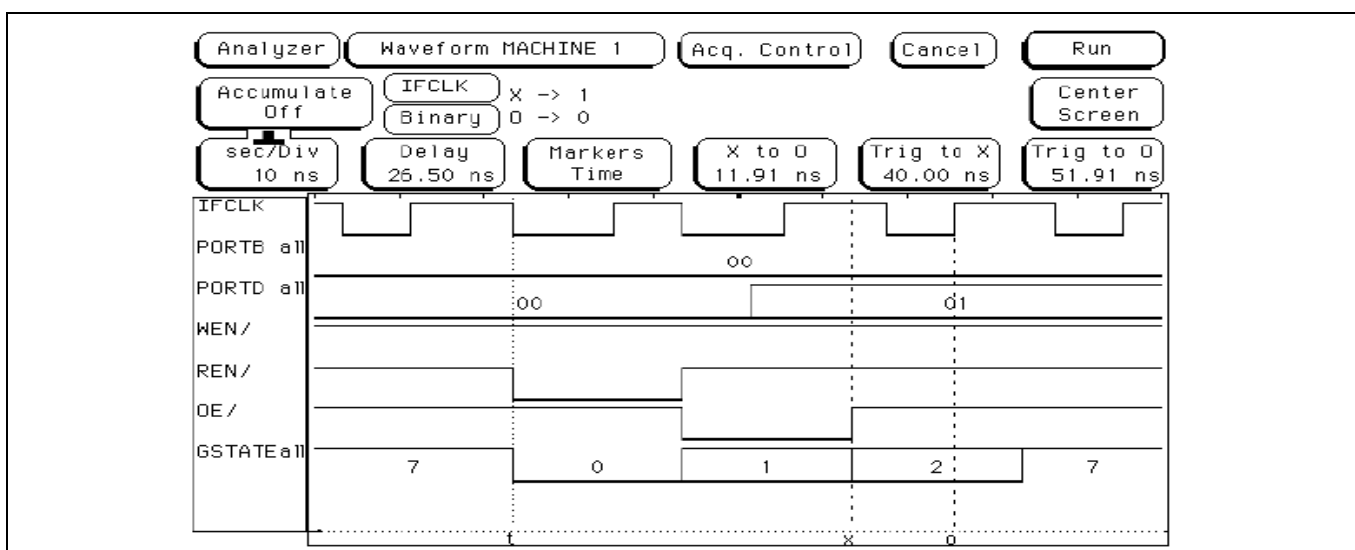

Figure 56 シングルワード読み出し波形
**Figure 56** は、GPIF Designer で定義された、シングルワード読み出し波形用の GPIF エンジンによって生成されたタイミングを示します。GSTATE [2:0]を含むすべての信号はここに表示されています。GSTATE [2:0]は、シングル読み出しトランザクションを実行する時に経る GPIF エンジンのステートを示します。
- 4ns のサンプリングレートで、**Figure 56** の波形に示したものと同一分解能が得られます。